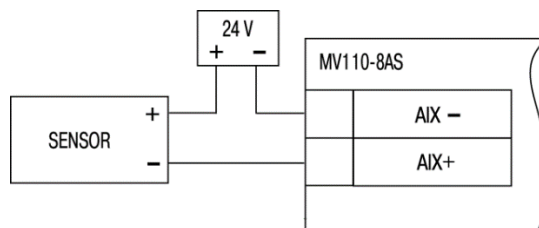

Abb. 4.2 Anschluss des Signals in 2-Leiter-Technik
- Der Anschluss von externen Signalen an die Eingangsklemmen erfolgt entsprechend der Abb. 4.2 – 4.3.